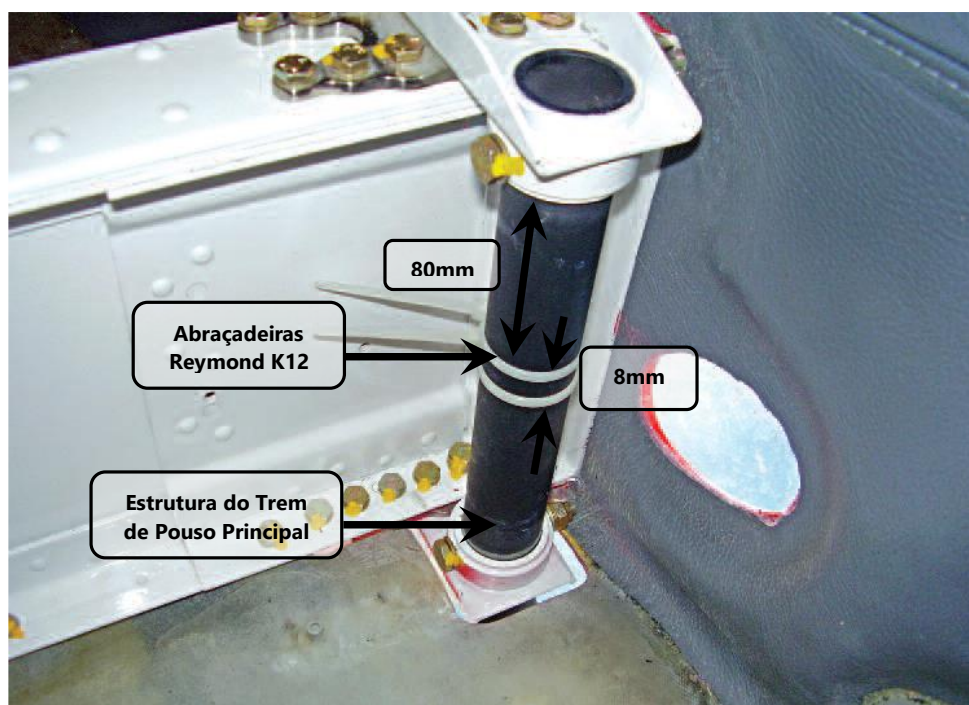

Figura 27.10.10 - Abraçadeiras (ver figura 27.10.9)
- 1- Fixar uma abraçadeira K12 na estrutura do trem de pouso. Observar a distância de referência (80 mm) ilustrada na figura 27.10.10. Utilizar um alicate de bico.
- 2- Fixar outra abraçadeira K12 a 8 mm abaixo da abraçadeira anterior, ver figura 27.10.10.